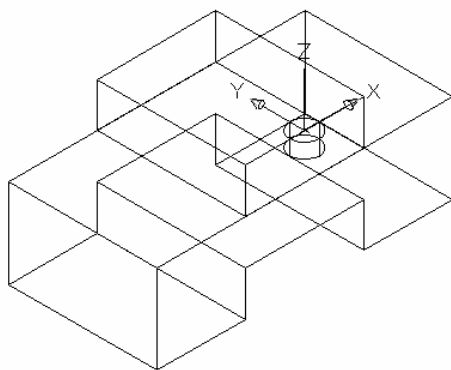

图 9-41
- (8)移动 UCS 到图形的上方。选择绘图工具栏上的按钮,捕捉中点输入数据(@20,0),(@0,50),(@-40,0),(0,-50),“C”生成图形。选择【绘图】/【实体】/【拉伸】,将绘制好的图形拉伸“15”,如图 9-41 所示: